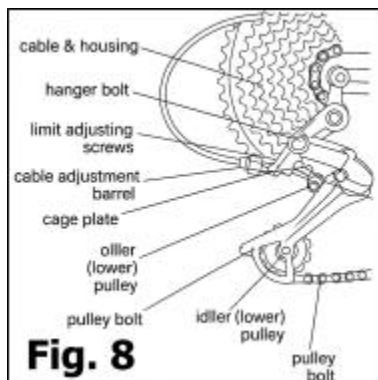

Fig. 8
Le dérailleur arrière est doté de deux vis de limite : tHigh (H) et Low (L)—qui empêchent la chaîne de aller trop loin. (Fig.8)